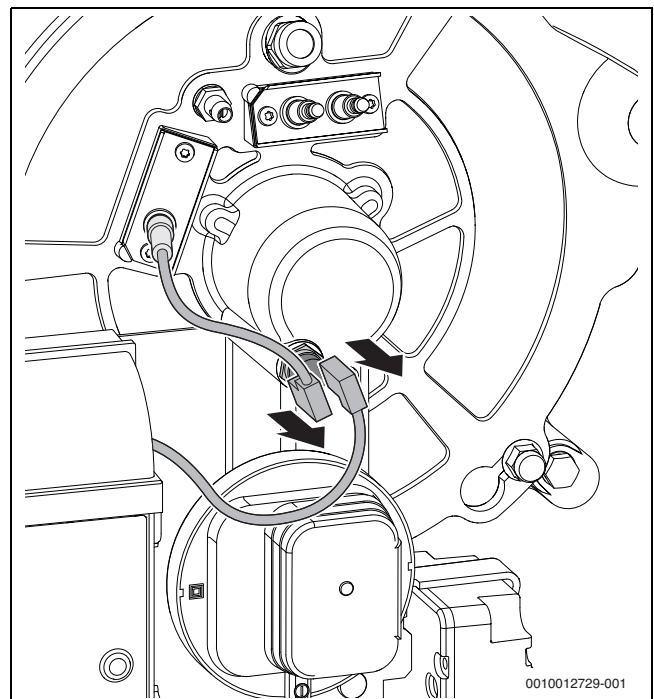

Bild 93 Stecker am Temperaturwächter abziehen
- ▶ Stecker am Temperaturwächter abziehen (→ Bild 93)